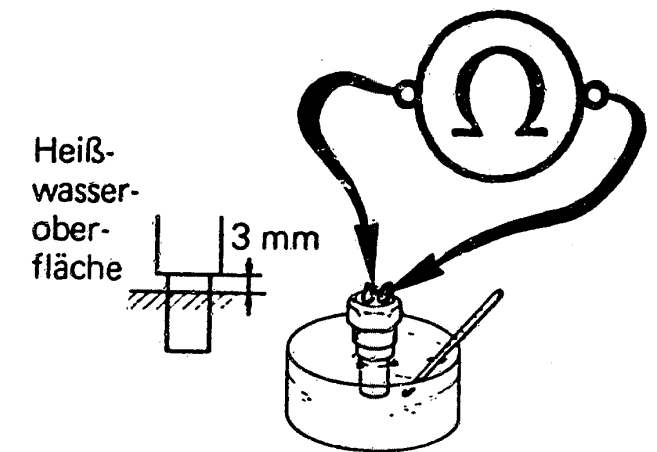

Bild 33 Der Kühlmittel-Temperaturfühler muss zur Prüfung im Wasser eingetaucht werden. Bei 20°C muss der Widerstand 2450 Ohm, bei 80°C 296 Ohm betragen.
- Die Prüfung erfolgt anhand Bild 33 mit einem Ohmmeter bei verschiedenen Temperaturen.